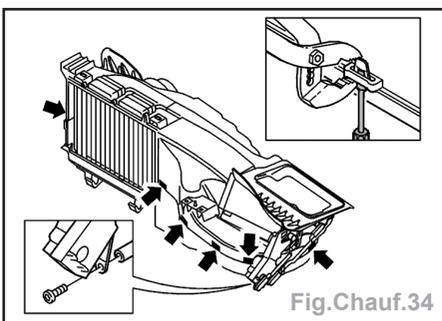

Fig. Chauff.34
- Déposer la vis fixant le support du moteur de recirculation (fig. Chauff.34).